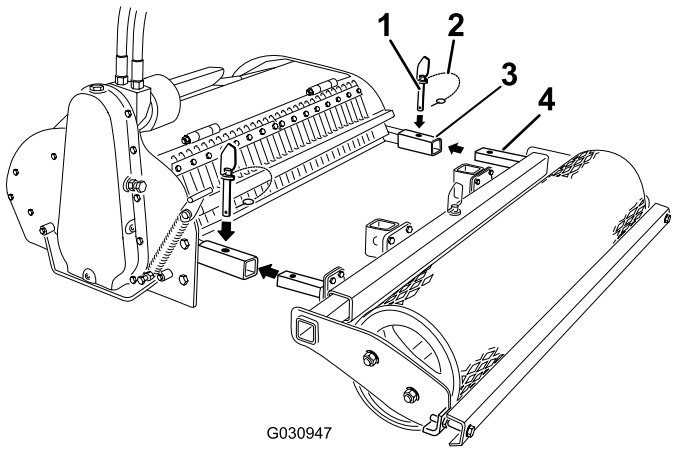

Figura 3
4. Îndepărtați cuiele spintecate cu inel de fixare din tifturile de asamblare (Figura 3).
5. Îndepărtați tifturile de asamblare de pe brațele cultivatorului (Figura 3).
6. Glisați brațele rolei în brațele cultivatorului și conectați-le cu tifturi de asamblare (Figura 3).